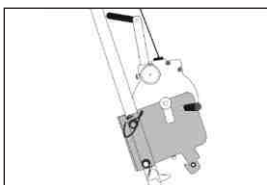

Fig. 2
- 2) Tag faldsikringen (FA 20 401 30/FA 20 401 20), og placer kabeludgangen opad (fig. 2).